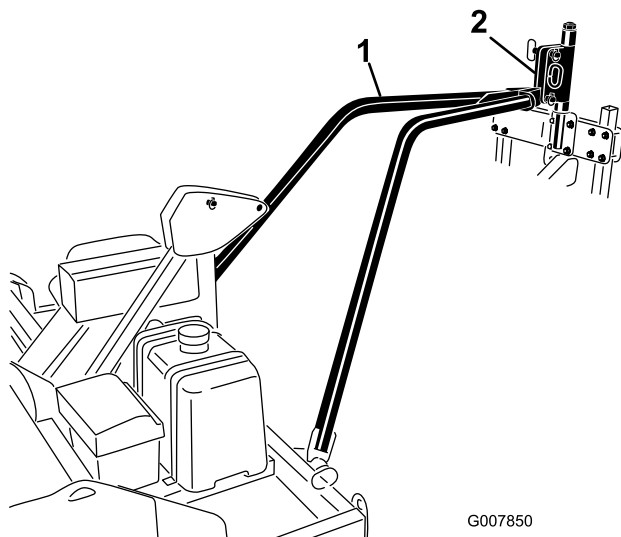

Bild 13
4. Nehmen Sie den Gurt oder das Seil ab und senken Sie die Anbauvorrichtung des Zugarms in die bewegliche Anbauvorrichtung des Aerifizierers ab (Bild 13).